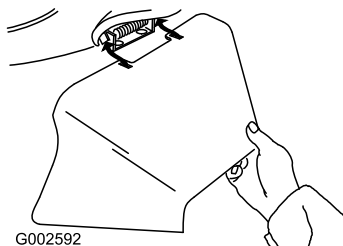

Figure 22
3. Montez l'éjecteur latéral et rabattez le volet sur l'éjecteur (Figure 22).